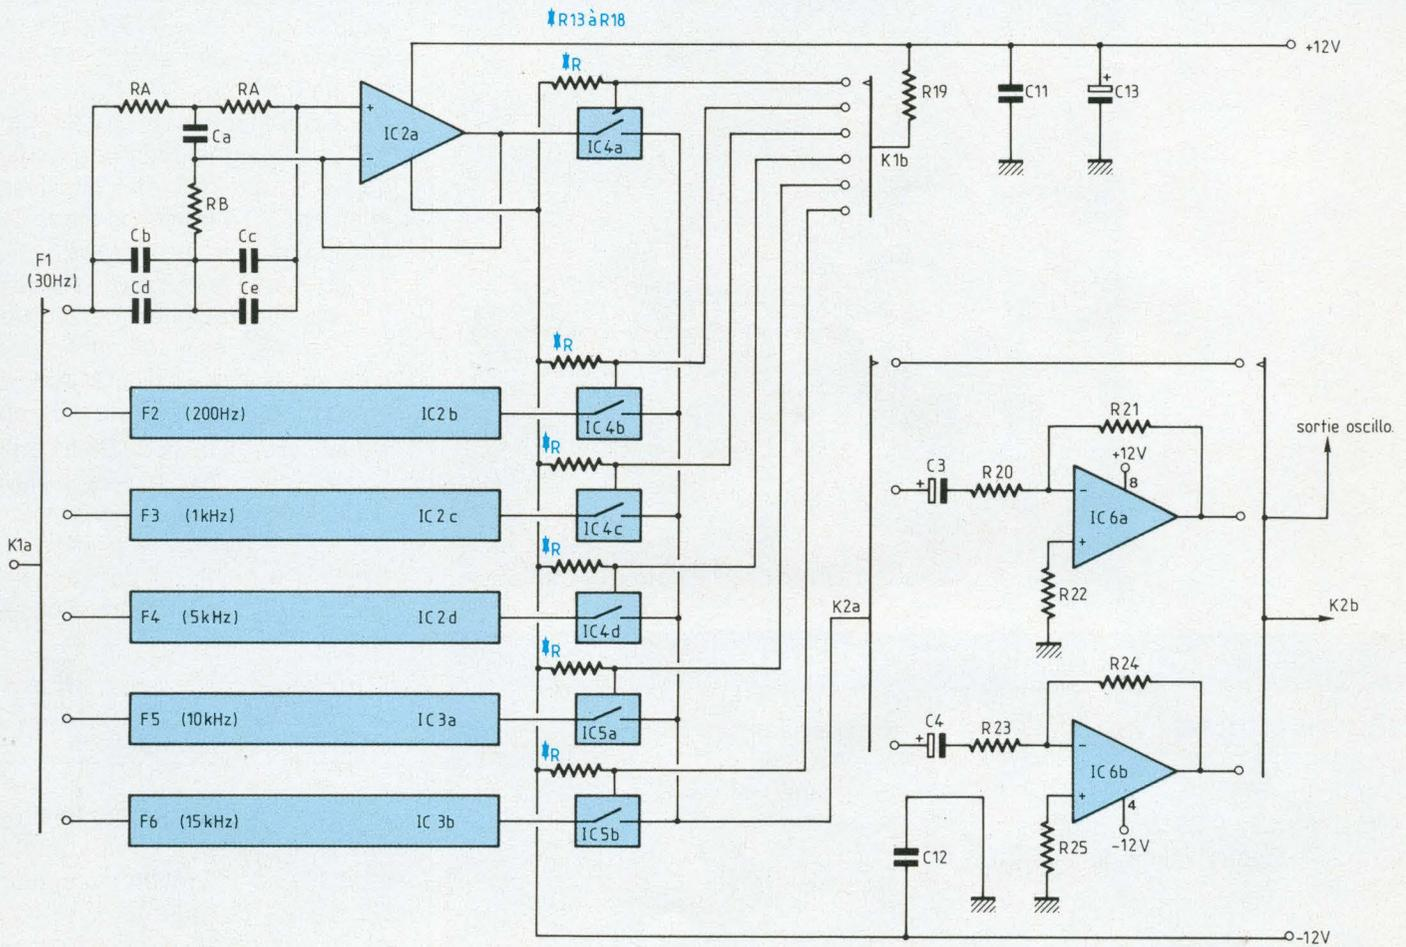

Fig. 15 : Filtrés et leurs commutations.
Nous avons déjà discuté la structure des filtres éliminateurs de fréquence et leur reconfiguration sous forme de filtres actifs. La figure 15 montre la mise en application de ces résultats. Seul le filtre F1 y a été détaillé, les mêmes références (RA, RB, Ca, ... Ce) étant reprises pour les fréquences F2 à F6. Les amplificateurs opérationnels associés sont regroupés en deux circuits intégrés : un quadruple amplificateur BIFET IC2 et un double amplificateur IC3.
- On choisit un condensateur (C_a dans la figure 15) de valeur nominale 100 nF et on mesure très précisément sa capacité.
étant portée à -12 V par les résistances R13 à R18. Cependant, le commutateur K1b, dont le plot central rejoint le $+12$ V par la résistance R19 faible vis-à-vis des précédentes, ferme l'une des portes en amenant sa commande au voisinage de $+12$ V (IC4a, donc le filtre F1, dans la figure 15). La fréquence correspondante se trouve
Nous ne donnons, dans ce numéro, que les valeurs des composants des filtres et de leurs amplificateurs, correspondant à la figure 15.
construction, nous proposons, dès maintenant, la carte qui rassemble l'essentiel des sections du montage. On n'y installera, dans un premier temps, que les composants qui correspondent à la figure 15 et dont nous fournissons plus loin la nomenclature. Les commutateurs K1 et K2, qui prennent place, avec les afficheurs du voltmètre et les composants de la figure 14, sur une carte de contre-façade, ne sont pas utilisés.